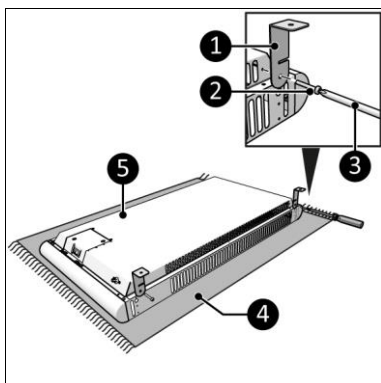

Figure 11
7. Posez l'appareil sur une surface douce et stable (Figure 11, pos. 4).
8. Vissez et serrez deux supports (Figure 11, pos. 1) des deux côtés du corps principal (Figure 11, pos. 5) avec une petite vis (Figure 11, pos. 2) à l'aide d'un tournevis Phillips (Figure 11, pos. 3).